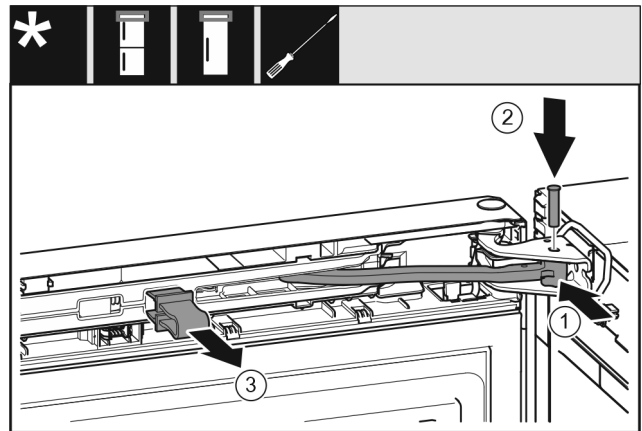

Fig. 23
- ▶ Gelenk Fig. 23 (1) in Lagerbock drehen.
- ▶ Bolzen Fig. 23 (2) in Lagerbock und Gelenk einsetzen. Dabei darauf achten, dass der Rastnocken korrekt in der Nut sitzt.
- ▶ Sicherung Fig. 23 (3) abnehmen.